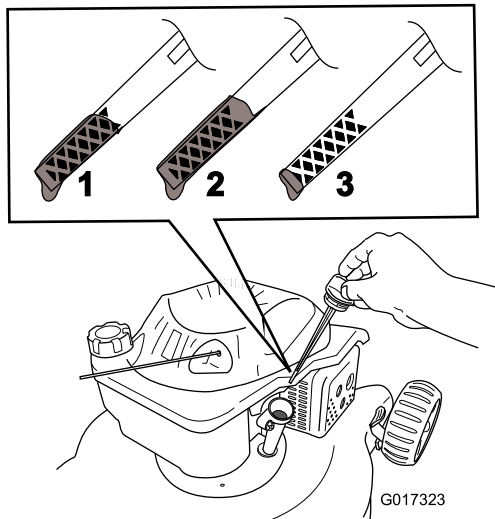

Figure 10
2. Retirez la jauge (Figure 10).
5. Observez le niveau d'huile indiqué par la jauge (Figure 10).